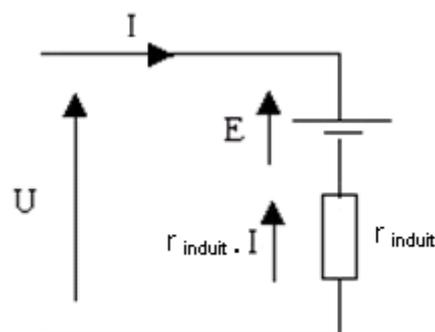

Figure 2
- 1.2.5. Ecrire la loi des mailles du schéma figure 2 .